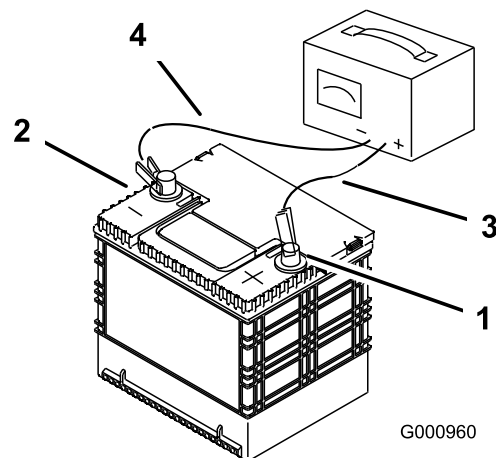

Bild 48
3. Ziehen Sie, wenn die Batterie ganz geladen ist, den Stecker des Ladegeräts aus der Dose. Klemmen Sie dann die Klemmen des Ladegeräts von den Batteriepolen ab (Bild 48).